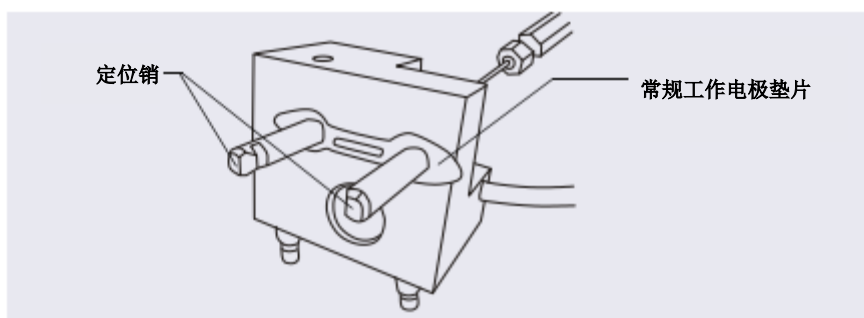

图 10-62. 常规工作电极的 ED 池垫片
- 使用镊子，从 ED 池主体上拆除旧的 ED 池垫片（见图 10-62）。